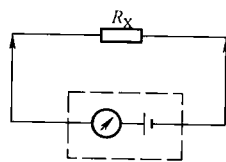

图 1-5 电阻的测量
(3)电阻的测量。电阻的测量如图 1-5 所示。将万用表置于电阻(Ω)档,此时表头与表内的电池串联,如图 1-5 中的虚线框所示。值得注意的是,由于测量时表内电池的电压有所变化,所以每测一次都需将两个表笔短接进行调零。